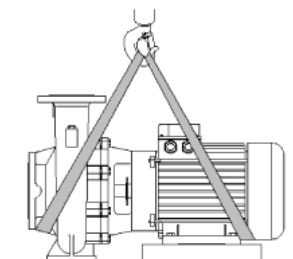

Fig. 2: Sūkņa transportēšana
- Pie motora izvietotās transportēšanas cilpas paredzētas tikai vadīšanai iekraušanas procesā (skat. Fig.2).